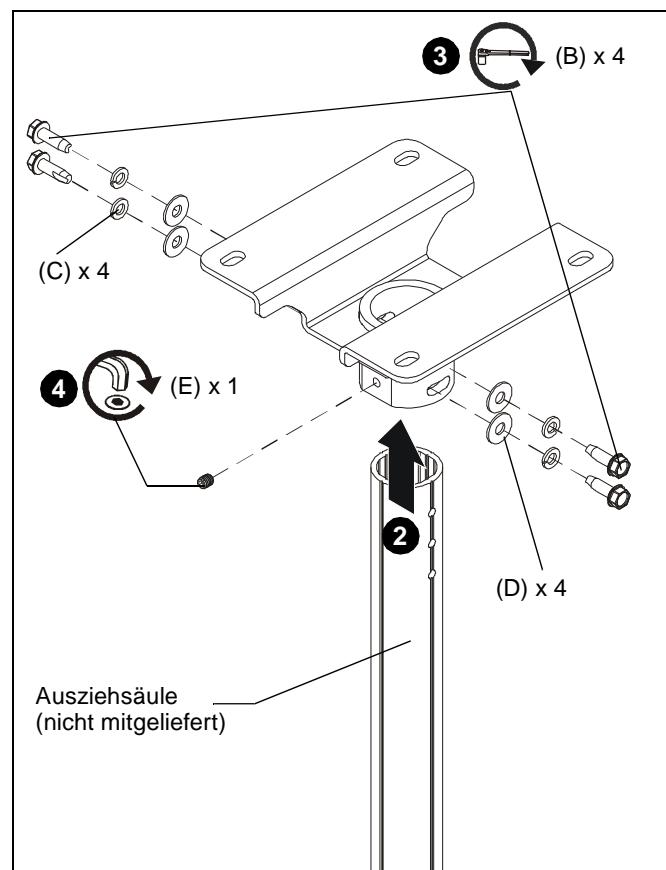

Abb. 4
3. Befestigen Sie die Ausziehsäule am CPA330, indem Sie vier selbstschneidende 5/16-18 x 1"-Sechskantschrauben (B) mit vier 5/16"-Federscheiben (C) und vier 5/16"-Unterlegscheiben (D) durch die Bohrungen in der Ausziehsäule schrauben. (Siehe Abb. 4)
4. Schrauben Sie eine 5/16" x 1/2"-Feststellschraube (E) in die Gewindebohrung und ziehen Sie sie an, bis sie fest an der Säule sitzt.